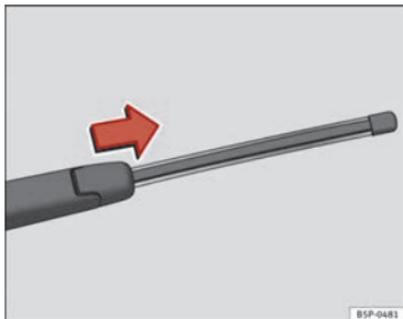

Fig. 149 Estrarre la spazzola tergilunotto
- Sollevare il braccio del tergicristallo dal lunotto ⇒ fig. 149.
- Scorrere l'adattatore della spazzola nella direzione della freccia e rimuovere la spazzola ⇒ fig. 149.